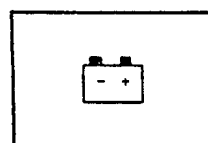

图 1-8 充电警告灯
(1) 充电警告灯(图 1-8)。当点火开关接通后,充电警告灯应短暂发亮,随即熄灭。如果警告灯持续发亮或汽车运行中发亮,表示充电系统有故障(如传动皮带松弛或其他电气问题),应立即进行检修。在该警告灯发亮的情况下,若继续行驶会将蓄电池的电能耗尽。如果一定要继续短途行驶,应断开所有附件(如收音机、空调等)电路。